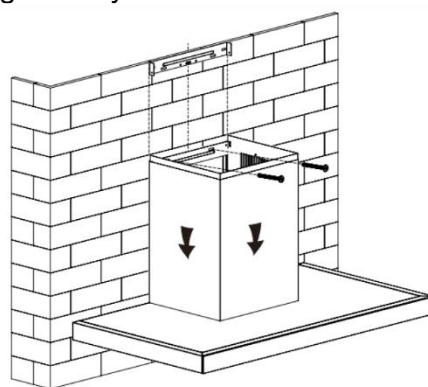

**Figura 6**
5. Coloque la campana extractora en el gancho. Retire el filtro, utilice 2 tornillos ST4\*30 mm para fijar la campana extractora y, a continuación, vuelva a instalar el filtro. Consulte la figura 6.